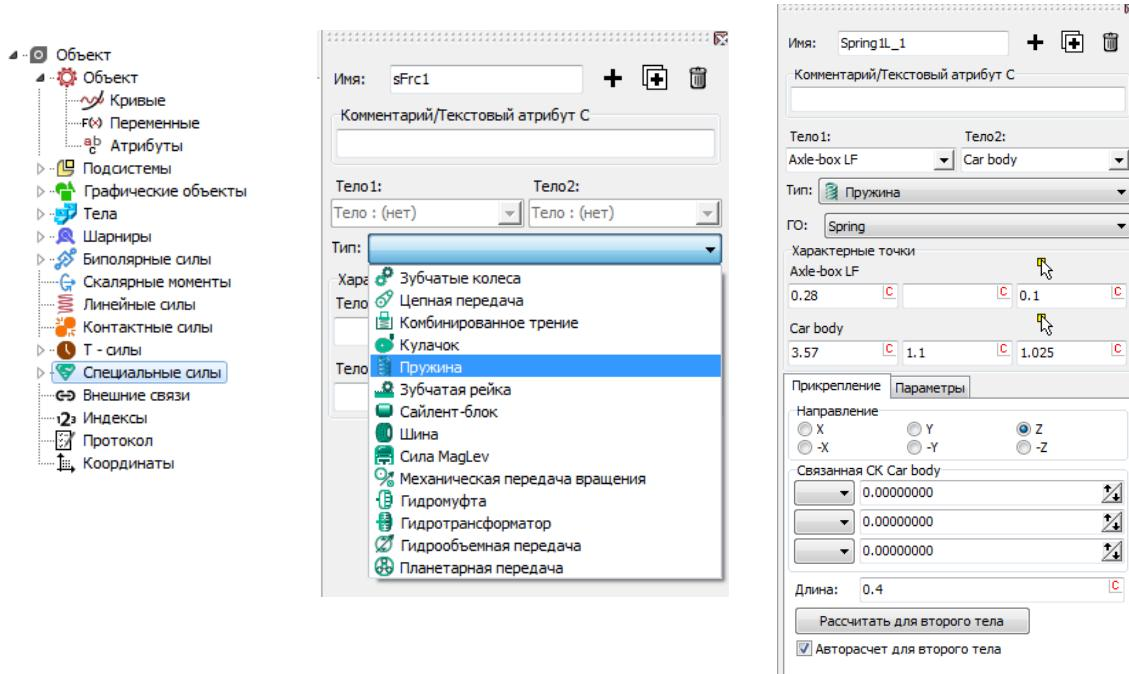

Рис. 2.19. Создание пружины
1. Выберите элемент **Специальные силы** списка элементов (рис. 2.19, слева) и создайте первый элемент, соответствующий передней пружине для левой буксы первой КП, щёлкнув на кнопке +. Переименуйте его в **Spring1L\_1**.
2. Выберите тип элемента **Пружина** (рис. 2.19, в центре).
3. Задайте соединяемые тела **Axle-box LF** (левая передняя букса) и **Car body** (рис. 2.19, справа). Задайте графический вид **Spring**.